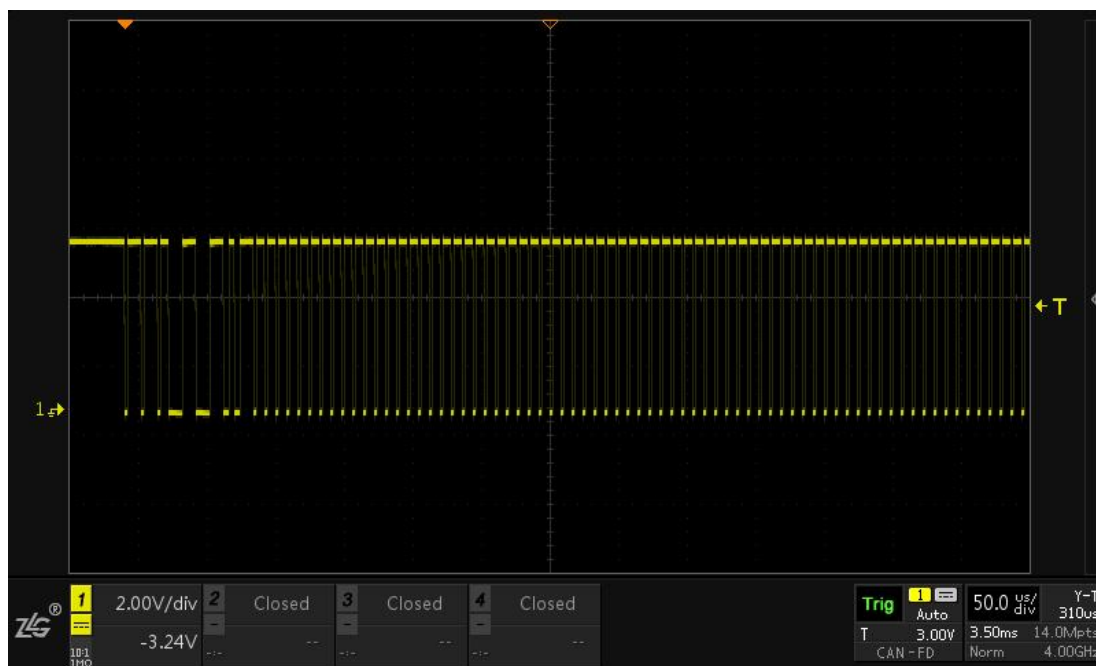

图 15.18 CAN-FD 信号捕获
- 1、 将 CAN-FD 的信号接到通道 1 中，点击【Auto Setup】一键捕获波形，让波形以较好的效果显示在界面，如图 15.18 所示;